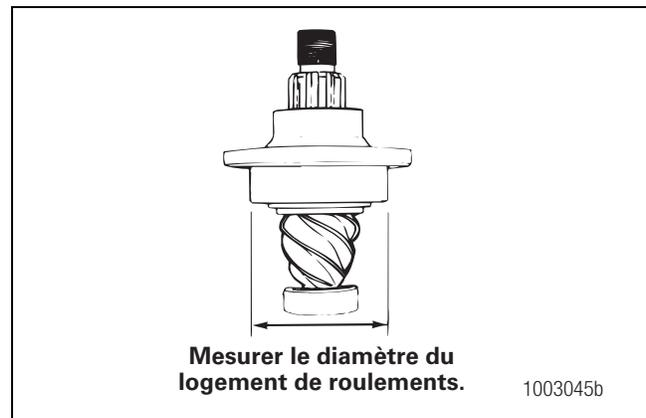

Figure 5.14
7. Mesurer le diamètre du logement de roulements à l'endroit où la ficelle était enroulée. Mesurer en pouces ou en centimètres. Figure 5.14.